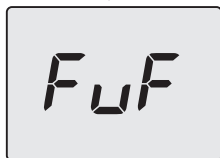

Рисунок 7.12
- Обеспечить выполнение программы, при завершении которой появляется надпись **FuF** (Full Finish) (Рисунок 7.12).